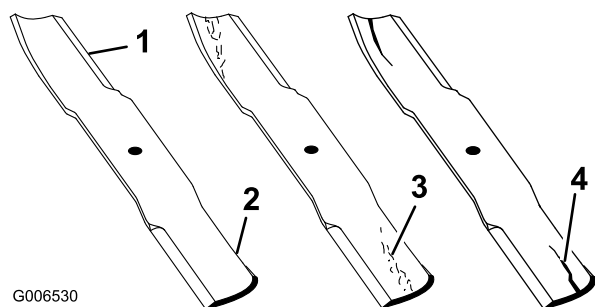

Figura 31
2. Examine cuidadosamente los extremos de corte de la cuchilla, sobre todo en el punto de reunión entre la parte plana y la parte curva de la cuchilla (Figura 31). Puesto que la arena y los materiales abrasivos pueden desgastar el metal que conecta las partes curva y plana de la cuchilla, compruebe la cuchilla antes de utilizar la máquina. Si observa señales de desgaste (Figura 31), cambie la cuchilla; consulte Cómo retirar la cuchilla.
Si se permite que la cuchilla se desgaste, se formará una hendidura entre la vela y la parte plana de la cuchilla (Figura 31). Con el tiempo, una parte de la cuchilla podría desprenderse y salir lanzada desde debajo de la carcasa, posiblemente causando lesiones graves a usted o a otra persona.